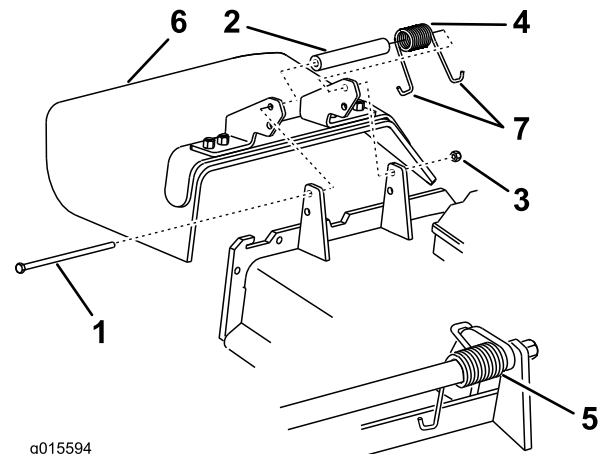

Figura 106
1. Retire la contratuerca, el perno, el muelle y el espaciador que sujetan el deflector a los soportes de pivote (Figura 106).
2. Retire el deflector de hierba dañado o desgastado (Figura 106).
Nota: Asegúrese de colocar un extremo con gancho en J del muelle detrás del reborde de la carcasa antes de instalar el perno, según se muestra en Figura 106.
6. Coloque 1 extremo en J del muelle alrededor del deflector de hierba (Figura 106).